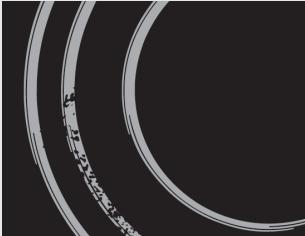

рис. 5
**Сахар и сладкие блюда** могут сильно повредить стеклокерамическую поверхность (рис. 5), поэтому во избежание повреждения поверхности немедленно удаляйте их с помощью скребка, даже если варочная поверхность еще не остыла (рис. 4). **Изменение цвета стеклокерамической поверхности** не влияет на работу прибора. Чаще всего это следы пригоревшей пищи, результат использования некоторых видов посуды (например, алюминиевой или медной). Такие пятна трудно удалить полностью.